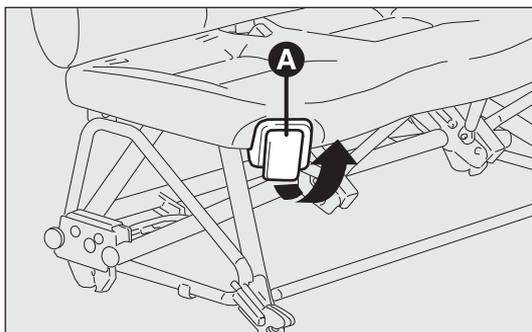
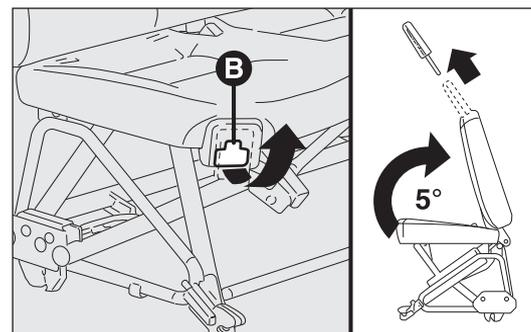

Abb. 40
Abb. 41
Den Hebel A-Abb. 40 anheben und die Rckenlehne nach vorne neigen.
- den Hebel B-Abb. 41 mit der rechten Hand anheben (befindet sich unterhalb des Hebels A-Abb. 40);